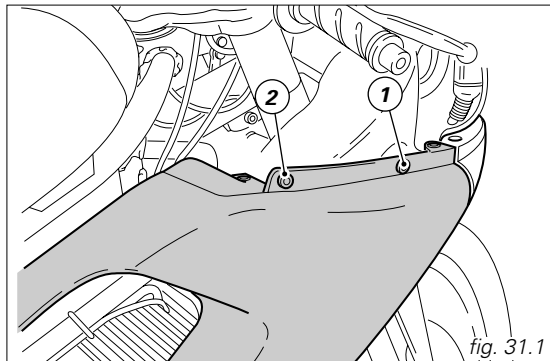

fig. 31.1
Svitare la vite (1, fig. 31.1) di fissaggio di ogni semicarena al telaio laterale, sul lato sinistro, o al serbatoio espansione, lato destro e quelle posteriori (2) di fissaggio alla staffa del telaio.